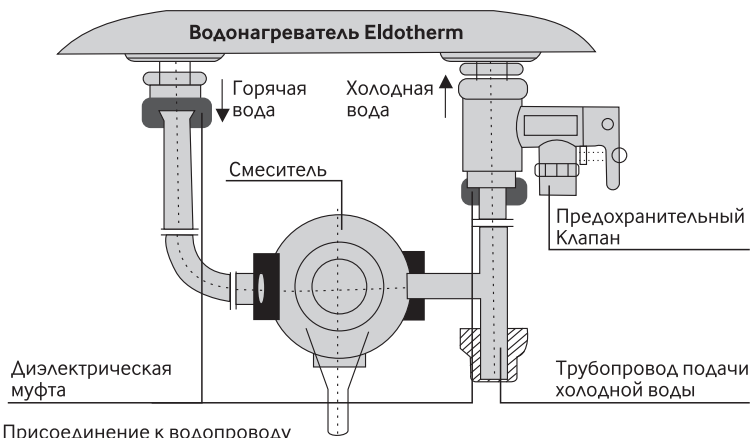

Рисунок 3: Присоединение к водопроводу
3.2.4 Соединение входа и выхода аппарата осуществляется только через диэлектрические муфты (рис.3).